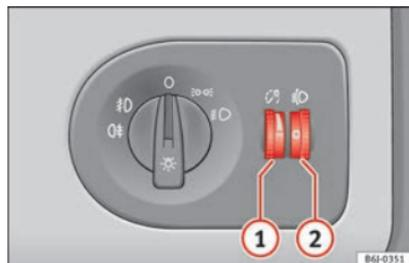

Fig. 90 Plancia portastrumenti: regolatori dell'intensità di illuminazione degli strumenti e degli interruttori e correttore assetto fari.
Quando le luci sono accese è possibile regolare l'intensità di illuminazione degli strumenti e degli interruttori servendosi della rotella zigrinata » fig. 90 ①.